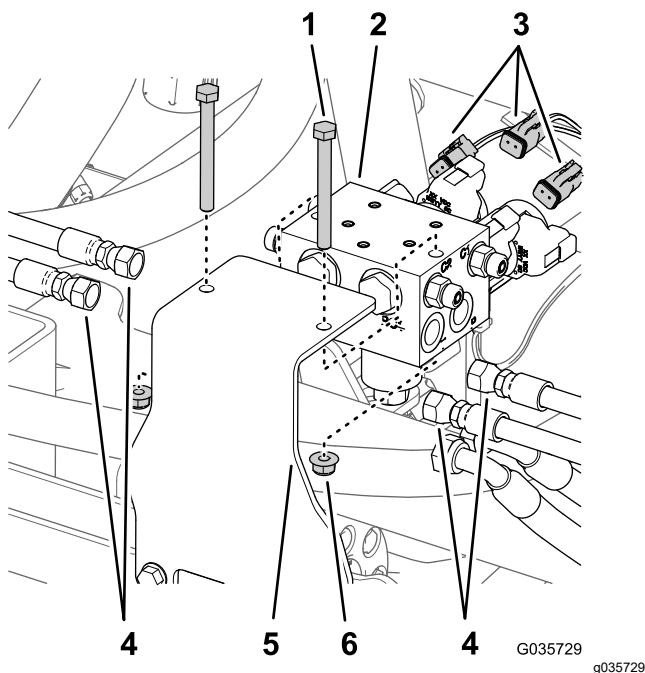

Figure 12
2. Étiquetez tous les flexibles raccordés au collecteur de levage des vérins (orifices C1, C2, C3 et C4), et débranchez-les du collecteur (Figure 12).
3. Débranchez les connecteurs de faisceau arrière des solénoïdes du collecteur des vérins de levage (Figure 12).
4. Déposez le collecteur des vérins de levage du support après avoir retiré 2 boulons et 2 contre-écrous (Figure 12).